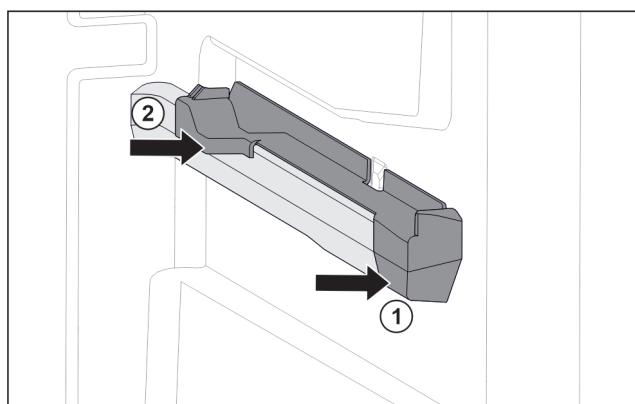

Fig. 32 Natični dio na desnom žlijebu spremnika
- Postavite natični dio sprijeda na žlijeb spremnika. Fig. 32 (1)
- Pritisnite natični dio straga. Fig. 32 (2)